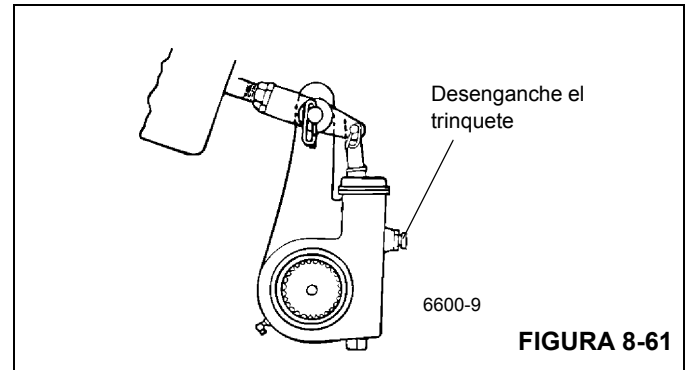

FIGURA 8-61
2. Utilice una llave para girar la tuerca de ajuste en sentido contrahorario hasta que la zapata de freno toque el tambor (Figura 8-61). Después gire la tuerca de ajuste en sentido opuesto 1/2 vuelta para los frenos de tambor.